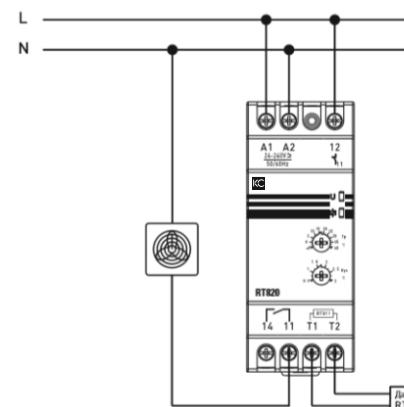

Рис. 3. Схема подключения
3.2. Произвести подключение реле в соответствии со схемой, приведенной на рис. 3.